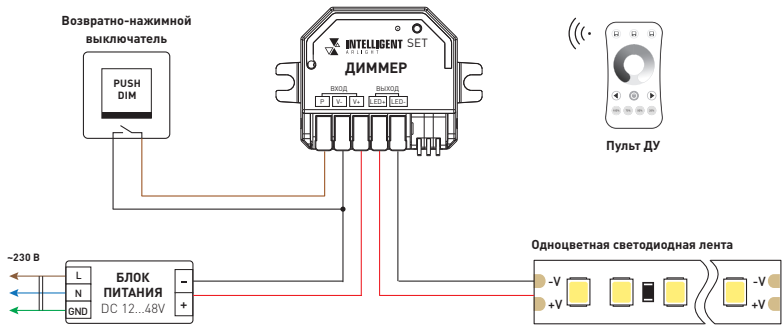

Рис. 2. Схема подключения диммера
- 3.3. Подключите диммер согласно схеме на рис. 2.